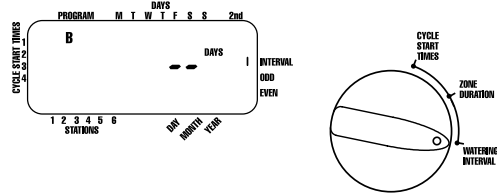

ABBILDUNG 7: LCD-Anzeige mit Bewässerungsintervall
- Drehschalter auf BEWÄSSERUNGSINTERVALL stellen. Der Cursor blinkt links von dem Wort INTERVAL [siehe Abb. 7].